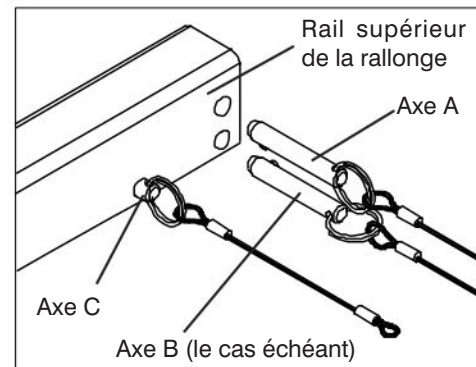

Figure 3-13b. Axes du rail supérieur de la rallonge
8. Retirez les axes des côtés droit et gauche A et B (le cas échéant). (Consultez la figure 3-13b) :